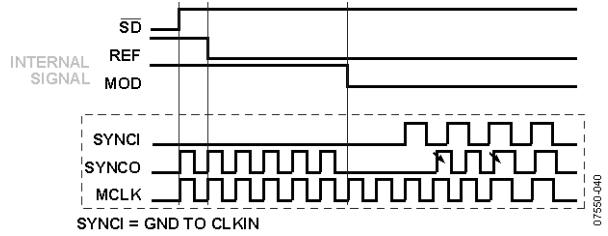

図 40.SYNCl = GND からクロック入力へ切り替え
- SYNCl = GND、クロックへ切り替え。SYNCl ピンが最初に GND に接続され、次にクロック信号に切り替えられると、SYNC0 は複数の内部クロック信号を発生した後に、最終的に外部クロック信号へ同期化されます(図 40 参照)。